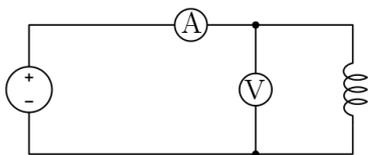

Figura 1.2: Primeiro circuito da experiência 1.
- Montar o circuito da Figura 1.2 utilizando a fonte de tensão contínua de 0-17V. Inicialmente, mantenha a chave da fonte desligada e o volante de ajuste na posição de "zero volt";
- Monte o circuito da Figura 1.2 sem o núcleo, mas desta vez alimentando-o com corrente alternada. Ajuste novamente a corrente para $1,2A$ e meça a tensão necessária para isso. Notou alguma diferença em relação a caso CC?